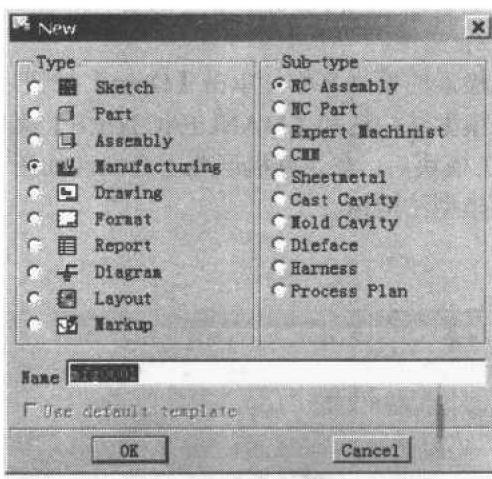

图1.1 【New】对话框
- 从 Pro/ENGINEER 主菜单中，选择【File】→【New】选项，或者单击相应的图标。系统显示如图 1.1 所示的【New】对话框。